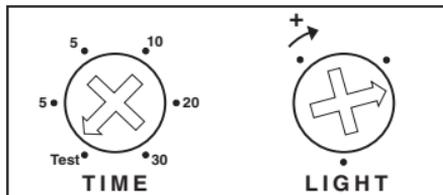

Figure 6 - Panneau de commande
3. Pour les essais, servez-vous d'un petit tournevis phillips pour placer le commutateur TIME en position TEST (voir la Figure 6).